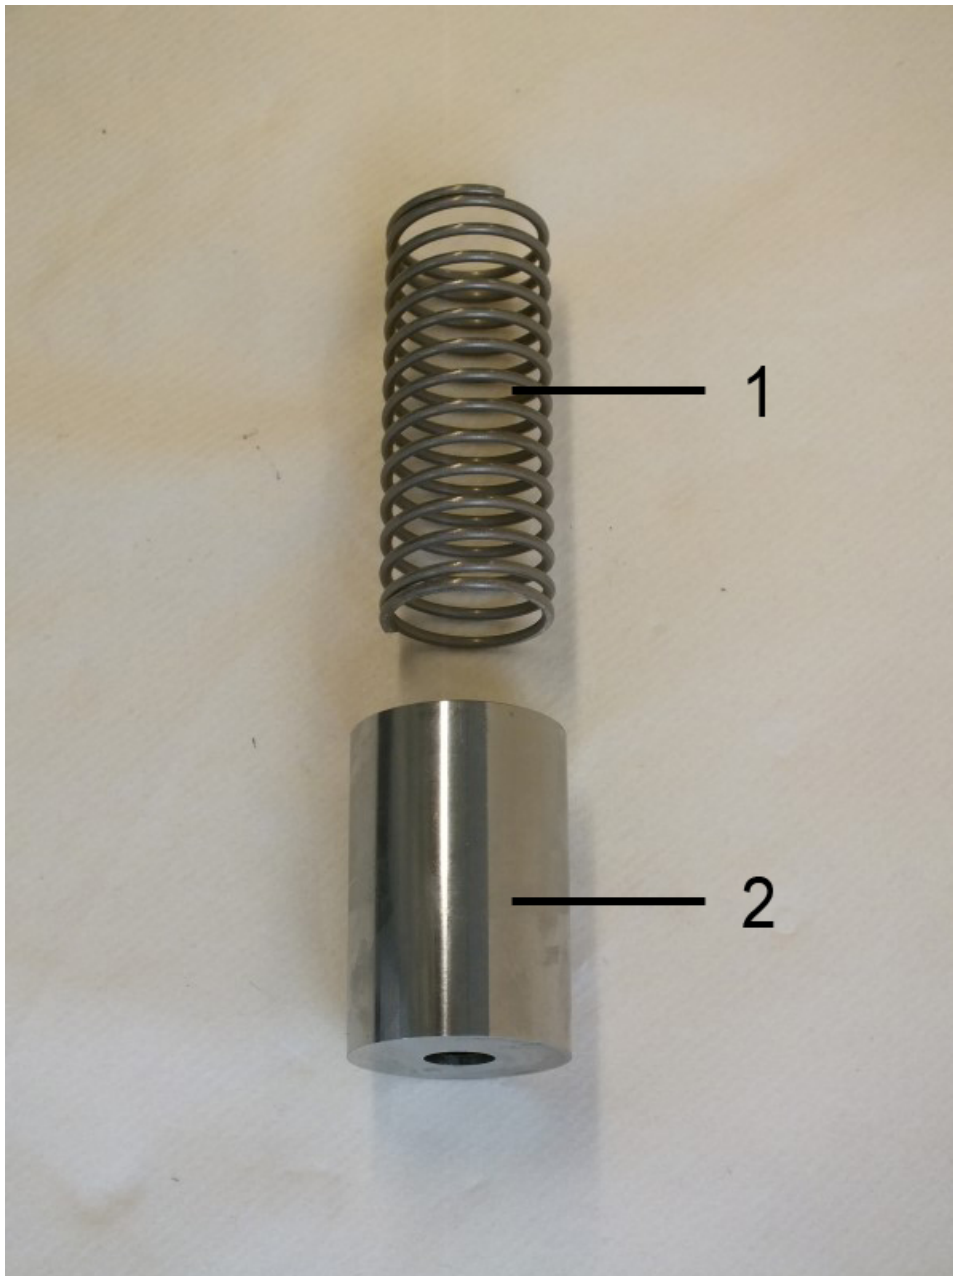

Abb. 46: Feder und Schwebekörper
7. ➤ Feder (Abb. 46/1) und Schwebekörper (Abb. 46/2) als Innenteile des Strömungswächters